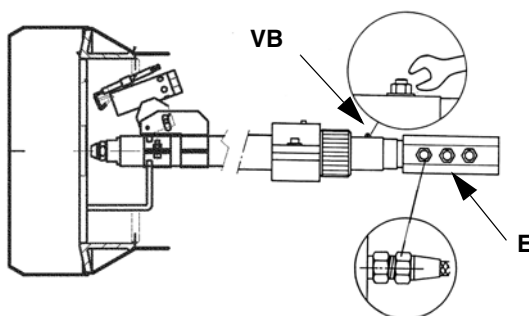

Fig. 21
- 3 svitare i raccordi girevoli (E in Fig. 21) dei tubetti gasolio (usare 2 chiavi per evitare di allentare i raccordi fissati al blocchetto distributore);